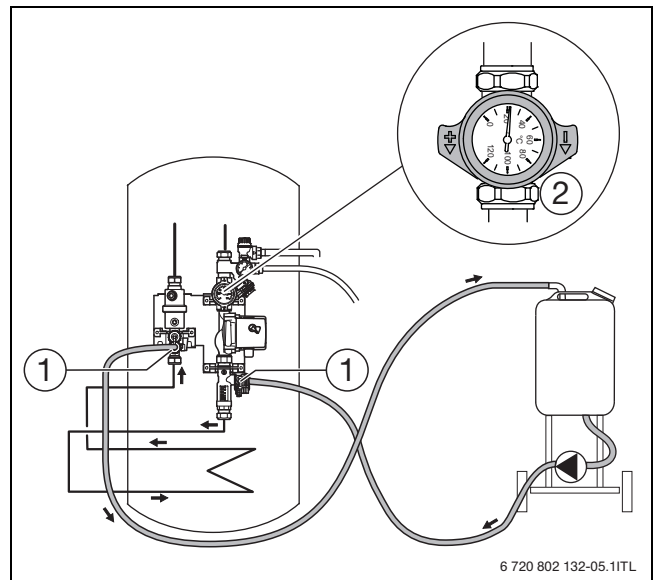

Bild 18 Befüllen unterhalb der Solarstation
- ▶ Befüllstation, wie in Bild 18 dargestellt, anschließen.